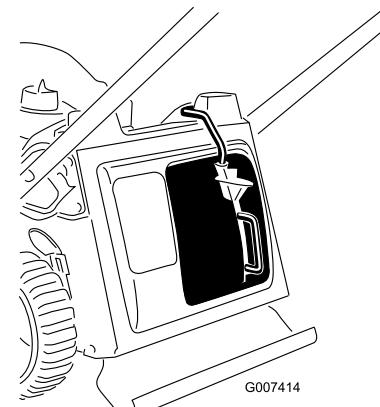

Рисунок 10
3. Отпустите кнопку на рычаге и убедитесь в том, что верхняя часть рычага полностью лежит в канале выключателя (Рисунок 10). **Если верхняя часть рычага не находится в канале, то газонокосилка не запустится!**